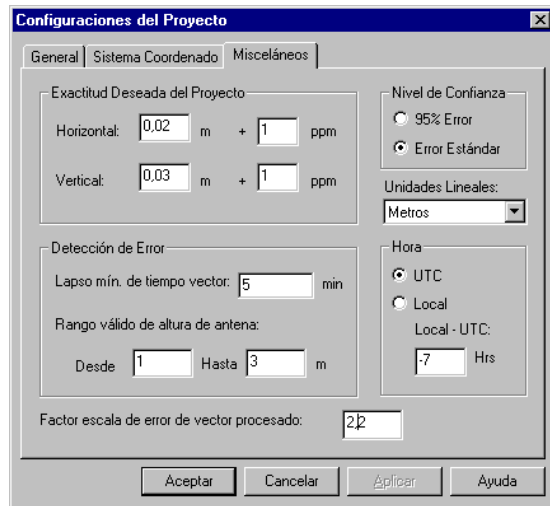

Figura 14.14. Cambiando la Exactitud Deseada del Proyecto
32. Seleccione **Configuraciones** en el menú **Proyecto** y vaya a la etiqueta **Misceláneos** Figura 14.14).